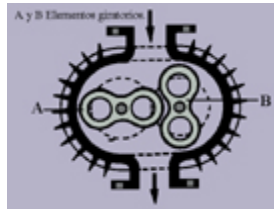

Fig. 41
- **Por compresor volumétrico (fig. 41)**
Compresor volumétrico Roots (fig. 41)